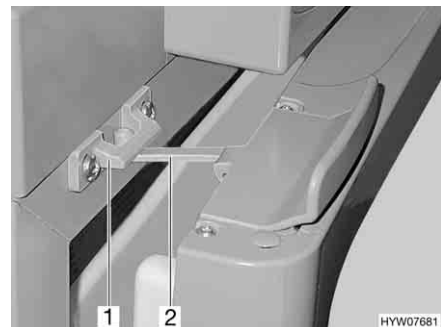

Bild 185 Kühlschranktür in Lüftungsstellung (Thetford)
- Verriegelung (Bild 185,2) aufklappen und in der Verriegelungsaufnahme (Bild 185,1) einrasten. Die Kühlschranktür bleibt damit leicht geöffnet.